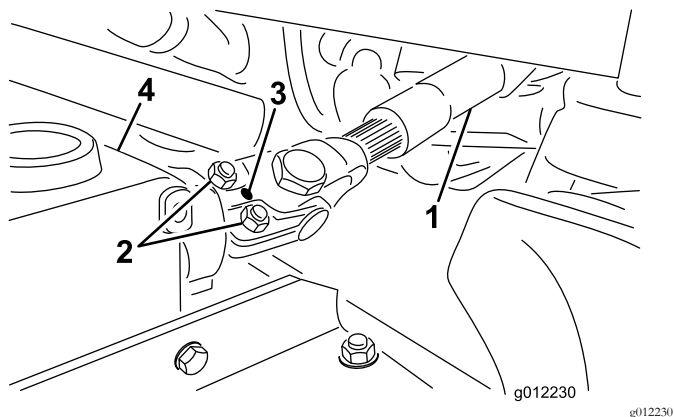

图4
B. 松开2个平头螺丝和锁紧螺母 图4。
- C. 用滚销将 PTO 驱动轴的端头固定至齿轮箱轴 图4。
- D. 拧紧锁紧螺母将端头固定到齿轮箱轴 图4。上紧锁紧螺母扭矩至 2025Nm。